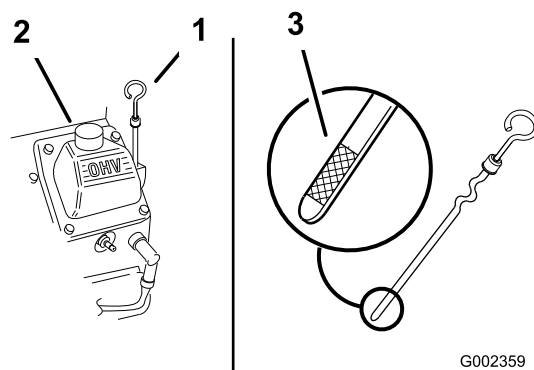

**Figura 152**
1. Pulite l'area intorno al tappo di rifornimento dell'olio e l'asta di livello (Figura 152).